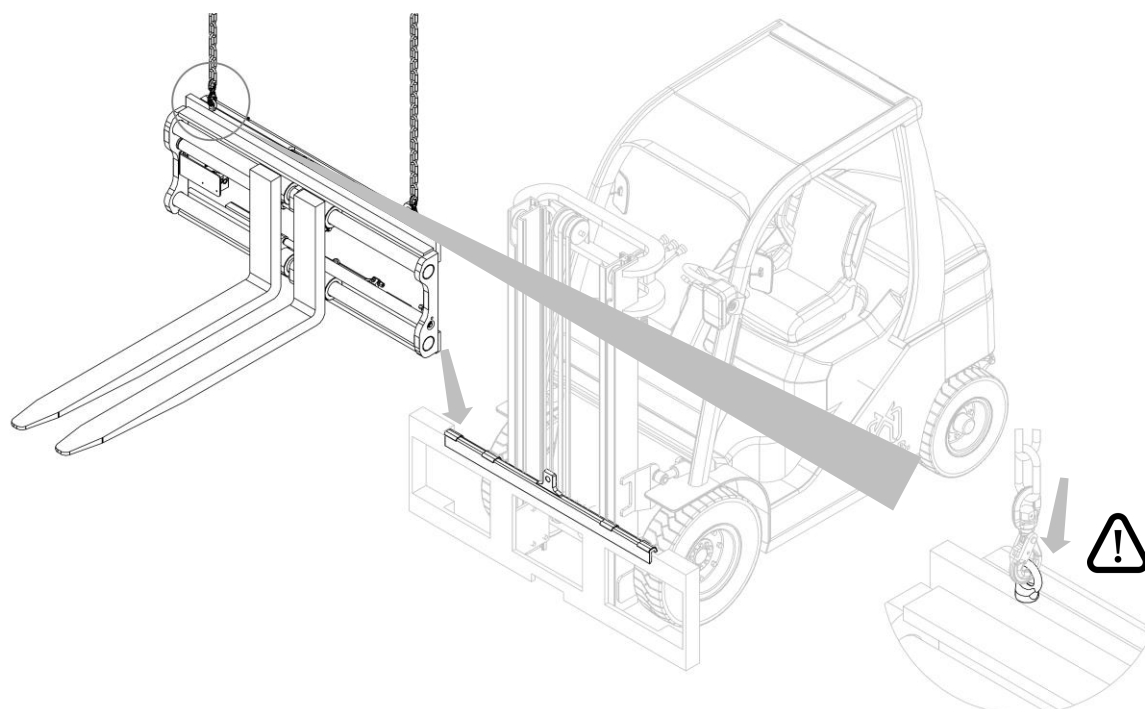

Figura 8
8. Per la movimentazione devono essere usati dei golfari, i quali devono essere avvitati negli appositi fori (vedi dettaglio Figura 8).
9. Con un carroponte o un paranco di portata sufficiente posizionare l'attrezzatura sul doppio gancio, avendo cura di posizionarla in modo corretto (vedi Figura 8).